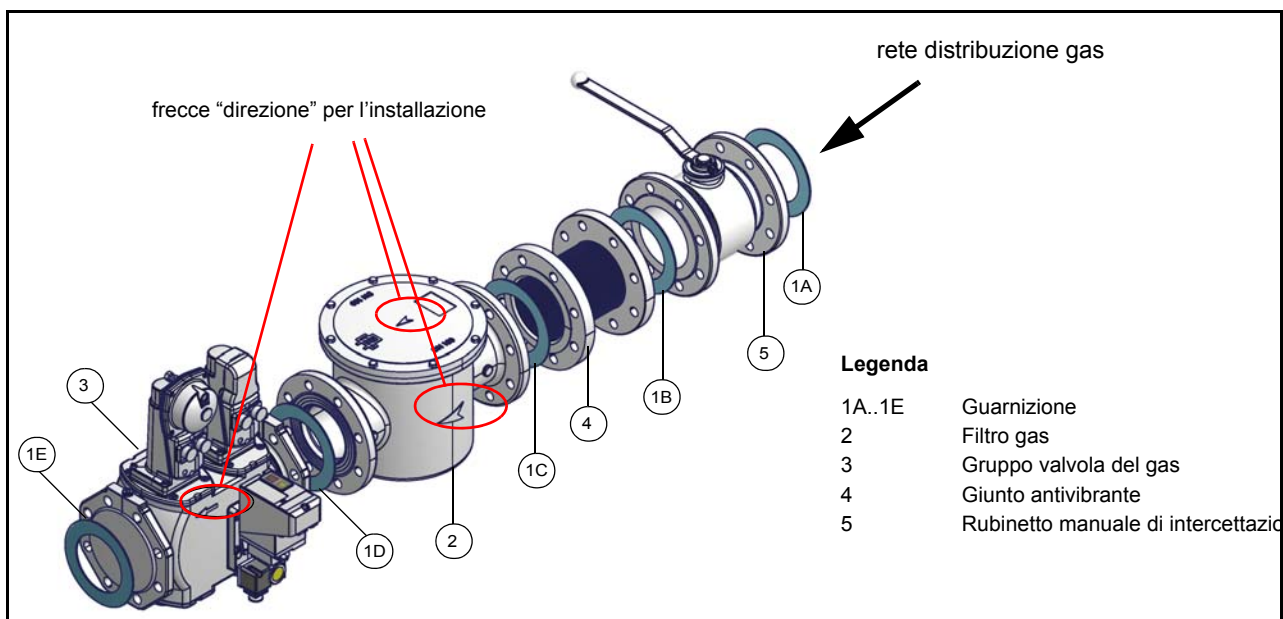

Fig. 6 - Esempio di rampa gas
- 1-b) nel caso di giunti flangiati: interporre tra un componente e l'altro, una guarnizione (n. 1A..1E - Fig. 6) compatibile con il gas utilizzato,
ATTENZIONE: una volta montata la rampa secondo lo schema riportato in Fig. 6, deve essere effettuata la prova di tenuta del circuito gas, secondo le modalità previste dalla normativa vigente.